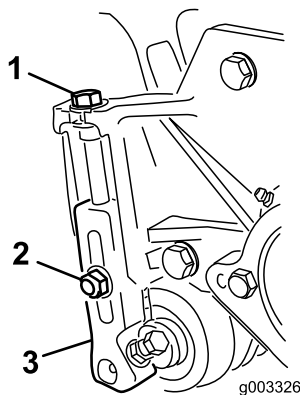

図 22
1. 刈り高アームをカッティングユニットのサイドプレートに固定しているロックナットをゆるめる (図 22)。